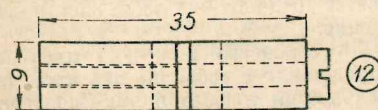
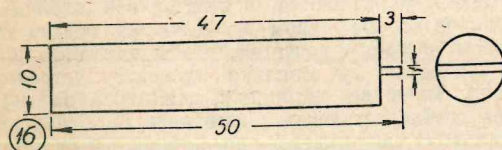
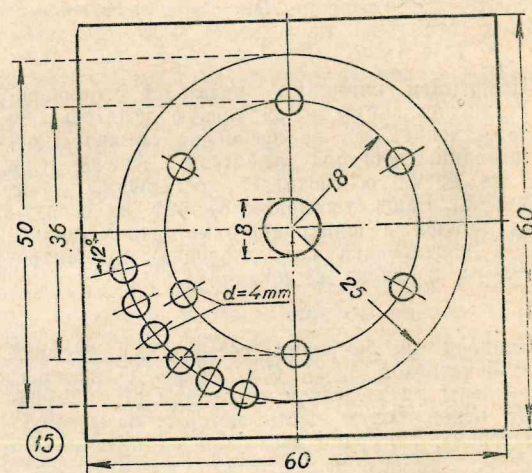

Рис. 5
Рис. 6
Рис. 7
Синхронизатор состоит из: основания (12) (рис. 5), направляющей втулки латунная или железная труба соответствующего диаметра (14), сердечников электромагнитов (16) (рис. 6), 4 обмотки этих электромагнитов (17) и зубчатого колеса (15) (рис. 7).